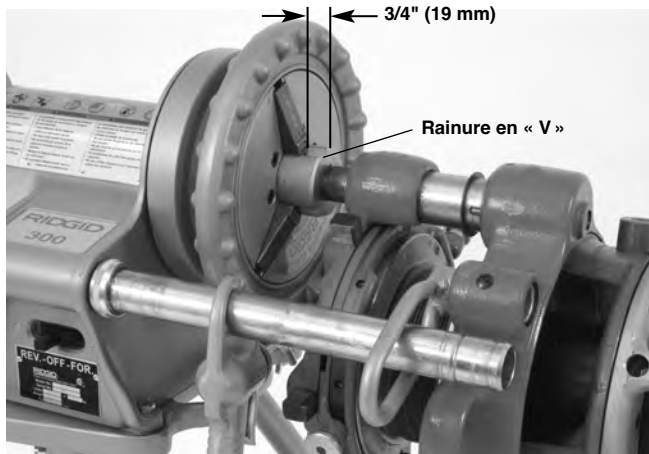

Figure 12 – Positionnement de la barre d'entraînement pour permettre la lubrification
2. Prévoyez les moyens nécessaires pour soulever la fileteuse démultipliée et l'engager sur l'extrémité du tuyau avec l'une des mâchoires de la bride de maintien en haut. La manutention manuelle de l'appareil nécessite l'intervention d'au moins deux individus utilisant les poignées de manutention. Sachez que la 141 pèse 93 livres (42 kg) et que la 161 en pèse 158 (72 kg). La barre d'entraînement doit saillir du mandrin d'environ $\frac{3}{4}$ " (19 mm) pour permettre la lubrification (*Figure 12*). Serrez à fond les mâchoires du mandrin sur les trois rainures en « V » de la tête de la barre d'entraînement. Refermez la tête de centrage arrière sur la barre d'entraînement. Vérifiez le bon assemblage et la parfaite stabilité de la fileteuse démultipliée et du système d'entraînement.
- Prévoyez les moyens nécessaires pour soulever la fileteuse démultipliée et l'engager sur l'extrémité du tuyau avec l'une des mâchoires de la bride de maintien en haut. La manutention manuelle de l'appareil nécessite l'intervention d'au moins deux individus utilisant les poignées de manutention. Sachez que la 141 pèse 93 livres (42 kg) et que la 161 en pèse 158 (72 kg). La barre d'entraînement doit saillir du mandrin d'environ 3/4" (19 mm) pour permettre la lubrification (Figure 12). Serrez à fond les mâchoires du mandrin sur les trois rainures en « V » de la tête de la barre d'entraînement. Refermez la tête de centrage arrière sur la barre d'entraînement. Vérifiez le bon assemblage et la parfaite stabilité de la fileteuse démultipliée et du système d'entraînement.